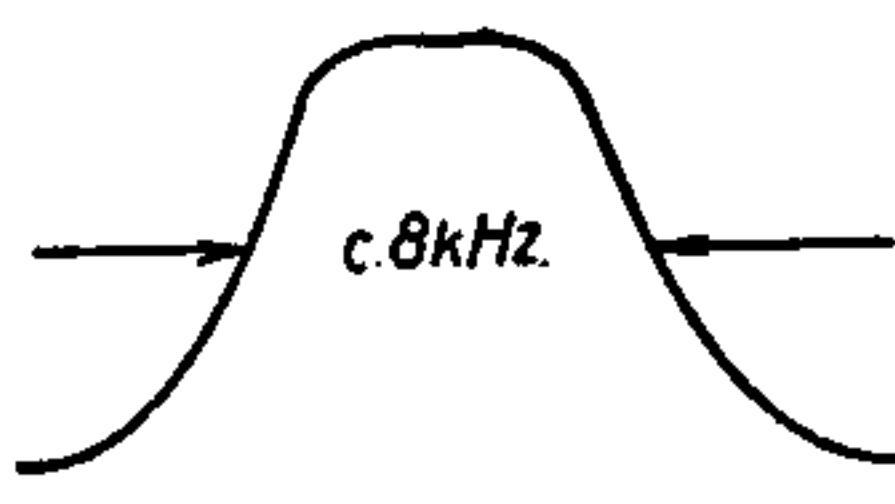

Fig. 4
- a) Nu trimmes først 2 MF. Oscillator forbindes til Gitter af UBF 11, og der trimmes op til Maksimum og symmetrisk Kurveform. Bredden skal være 8–9 kHz (se Fig 4).